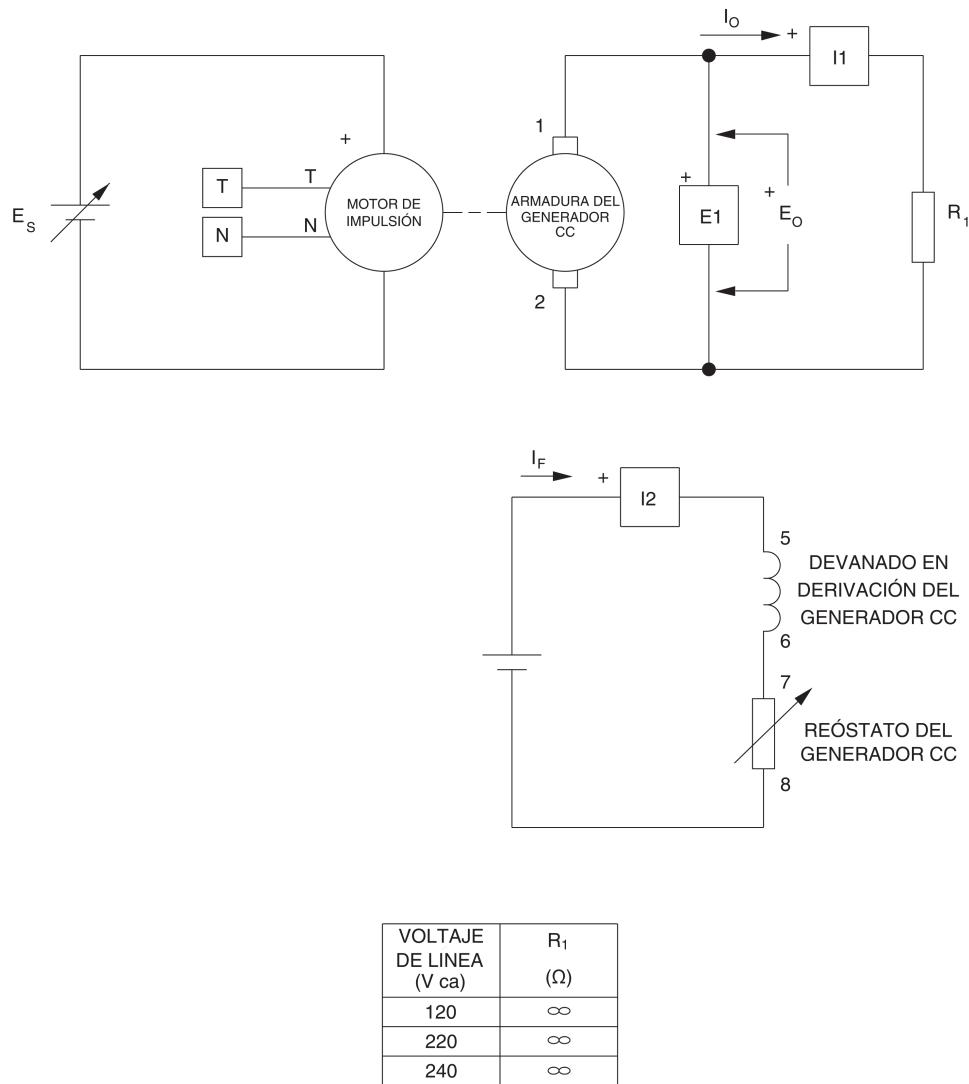

Figura 2-32. Generador CC con excitación independiente acoplado al Motor de impulsión (con una carga eléctrica).
En la tercera parte del ejercicio, usted conectará una carga eléctrica a la salida del generador (montaje de la Figura 2-32). Cuando el generador c.c. con excitación independiente gire con velocidad fija, usted medirá los valores y trazará una curva de la corriente de salida I_o en función del par aplicado T . Luego calculará la pendiente de dicha curva y la comparará con la constante K_2 . Ésta se determinó en el Ejercicio 2-1 cuando el Motor/Generador CC funcionaba como motor c.c. con excitación independiente.
12. Modifique las conexiones para poder conectar una resistencia de carga (R_1) a la salida del generador, como se muestra en el circuito de la Figura 2-32. Conecte las tres secciones del módulo Carga resistiva en paralelo para obtener el resistor R_1 .